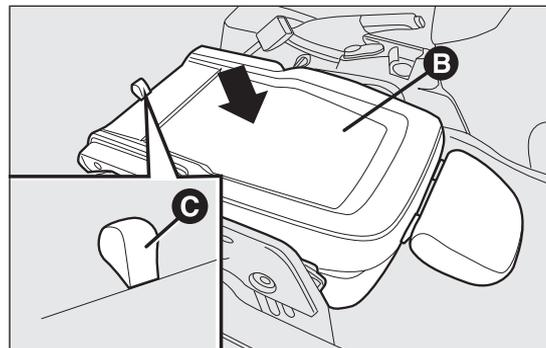

fig. 19
- agir ensuite sur le dossier B fig. 19 en exerçant une pression vers le bas : le siège est ainsi totalement replié sur lui-même dans la position « en tablette » ;
- tirer la languette C fig. 19 et pousser encore le dossier vers le bas ; le siège est ainsi totalement replié.
- prendre la languette C fig. 19 et soulever le dossier vers le haut ;